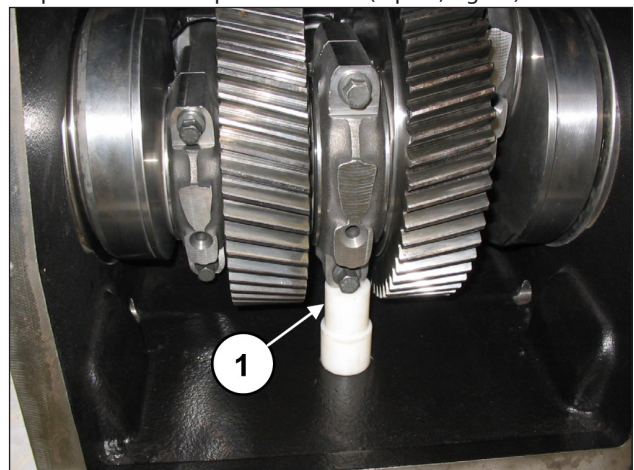

Fig. 84
Insérer une cale sous le corps de la bielle centrale pour empêcher le vilebrequin de tourner (rep. ①, Fig. 84).